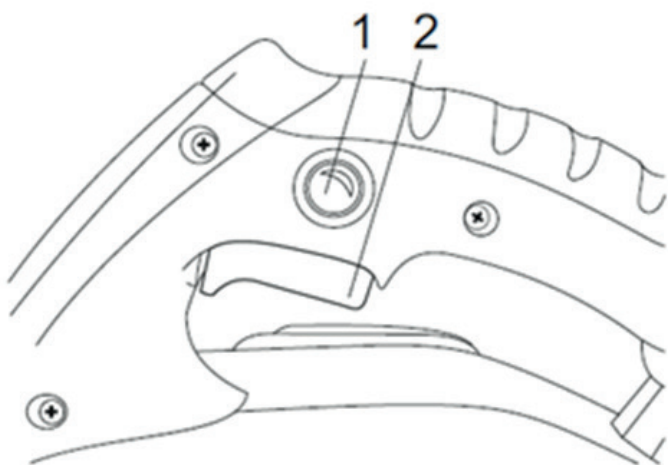

Рис.1
- Для включения электрорубанка, нажав предварительно кнопку фиксатора выключателя (1), плавно нажмите клавишу пуска (2).
- Для выключения электрорубанка, отпустите клавишу (2). Рис.1